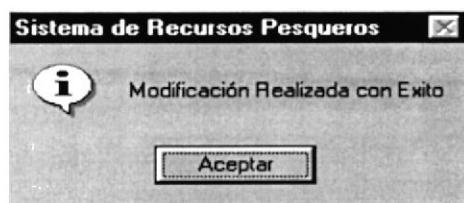

Figura 9.34 Mensaje de ingreso
3. Si se ha realizado una modificación se mostrará el siguiente mensaje (ver figura 9.34).